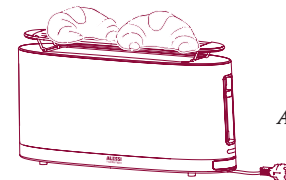

Abb. 11
- 2 Legen Sie nicht mehr als zwei Stück auf einmal in den mittleren Bereich des Croissant-Aufsatzes. (Abb. 11).